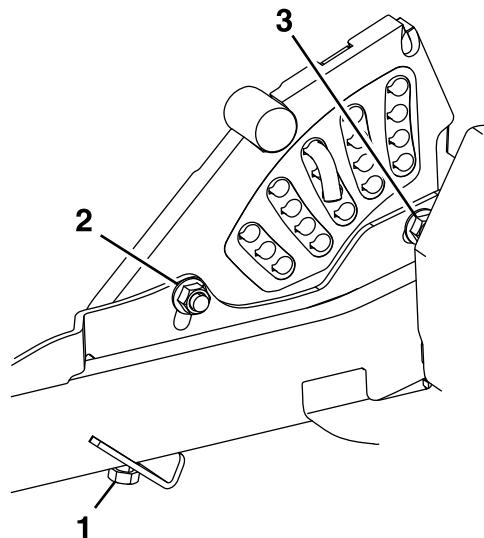

Figura 85
13. Si las 4 tuercas de ajuste de la carcasa no permiten lograr una altura de corte exacta con la inclinación necesaria, puede ajustar el sistema de ajuste de un solo punto (Figura 85).
14. Para ajustar el sistema de un solo punto, primero afloje los pernos de montaje delantero y trasero de la placa de altura de corte (Figura 85).
16. Apriete los 2 pernos en el borde inferior de la placa de altura de corte (Figura 85).